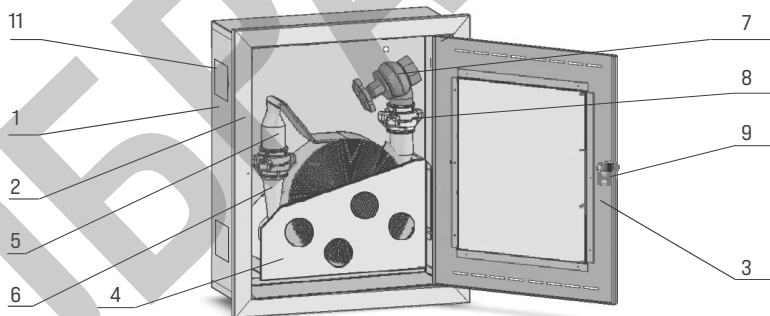

Рисунок 2- Кран пожарный комплектный ПРЕСТИЖ-01-В
3) Для монтажа крана комплектного типоразмера О1-В (см. рисунок 2) необходимо снять раму 2 со шкафа. В корпусе 1 шкафа снять заглушку 11. Перемещая корпус 1 в строительной нише необходимо в образовавшееся отверстие в корпусе ввести отвод стояка против пожарного трубопровода, а затем корпус 1 зафиксировать в нише. Свободное пространство между корпусом 1 и стенками строительной ниши заполнить строительным раствором. На отвод стояка навинтить пожарный клапан 7. Монтаж углового пожарного клапана с условным проходом $Du=65$ мм вести с применением муфты по ГОСТ 8954, сгона по ГОСТ 8969 и контргайки по ГОСТ 8968. Для монтажа прямого пожарного клапана с $Du=50$ мм необходимо предварительно вывернуть из клапана вентильную головку. Затем необходимо к пожарному клапану присоединить рукав пожарный 5 через головку муфтовую 8. Рукав уложить в рукавную кассету 4. К рукаву пожарному присоединить ствол пожарный 6. К корпусу 1 присоединить раму 2. Дверь закрыть на замок 9. Дверь 3 опломбировать.